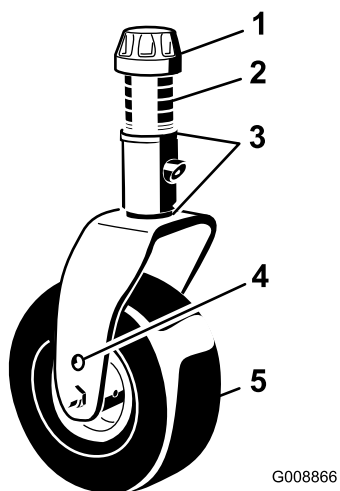

Рисунок 14
4. Снимите колпачковую гайку с вала шпинделя и извлеките шпиндель из рычага поворотного колеса (Рисунок 14).